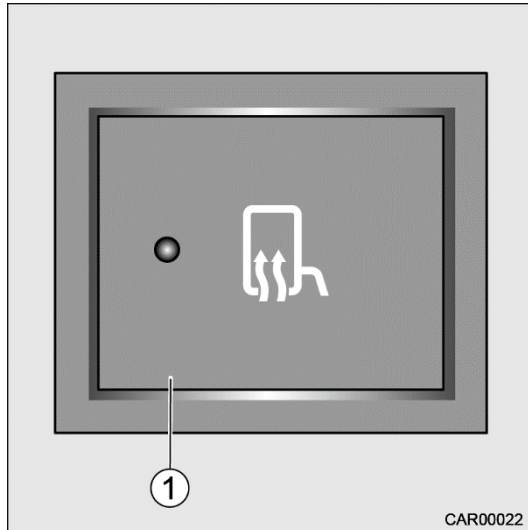

Fig. 36 Chauffage de pare-brise e-line
Le commutateur (Fig. 36/1) du chauffage de pare-brise se trouve dans le tableau de bord à gauche.
1. Actionner le commutateur (Fig. 36/1). Le témoin de contrôle dans le commutateur s'allume.